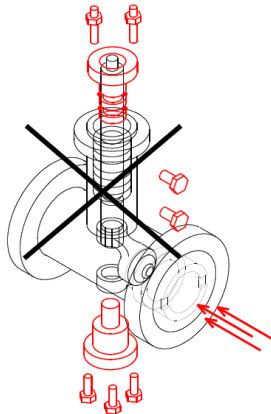

Fig. 7-1: Verletzungsgefahr durch äußere, drucktragende Teile während des Betriebs
- Externe drucktragende Teile (z.B. Schraube Prüfanschluss, Schraube Ausblasseicherung Welle (101) bei Ventiltypen 72 und 73) nicht lösen, während das Ventil druckbeaufschlagt ist. Vgl. Bild 7-1, 7-2.
- Externe drucktragende Teile (z.B. Schraube Prüfanschluss, Schraube Ausblässerung Welle (101) bei Ventiltypen 72 und 73) nicht lösen, während das Ventil druckbeaufschlagt ist. Vgl. Bild 7-1, 7-2.